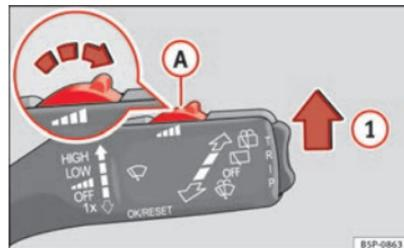

Fig. 81 Levier d'essuie-glace.
- Placez le levier d'essuie-glace en position ① ⇒ fig. 81.